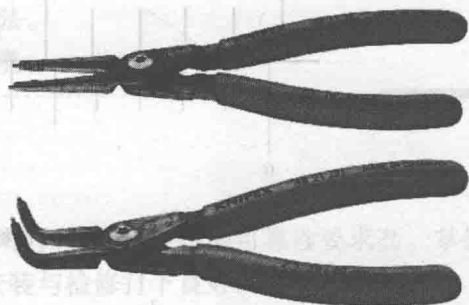

图 1-19 卡簧钳
(4) 卡簧钳 如图 1-19 所示，它用于拆装固定轴承的卡簧（弹簧挡圈），使用时应注意防止卡簧（弹簧挡圈）弹飞伤人。